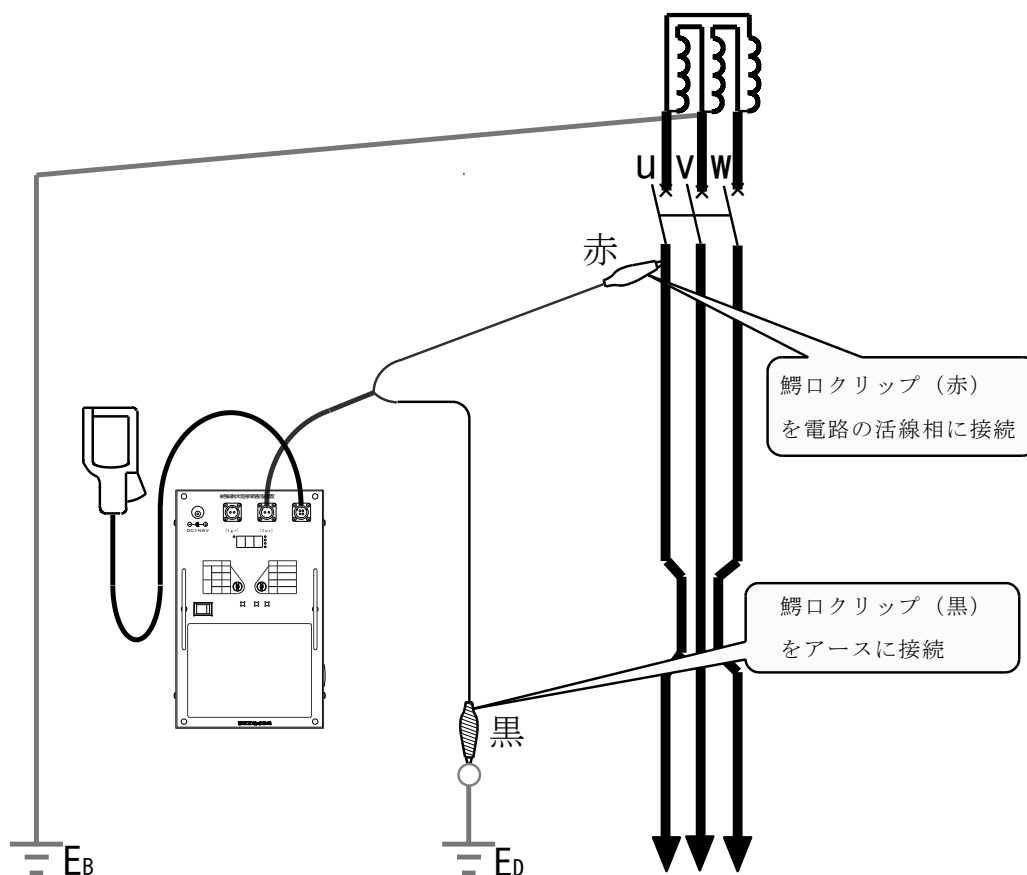

図 3-1 電圧コードの配線接続方法(Ior 測定の場合)
- ① 電圧要素を入力するため、図 3-1 のように電圧コードの黒色の鱗口クリップを D 種接地(近くに適当な D 種接地が無いときは、B 種接地や、電路の接地相(N 相)で代替可能)に接続します。
- ② 電圧要素を入力するため、図 3-1 のように電圧コードの赤色の鱗口クリップを電路の活線相に接続します。